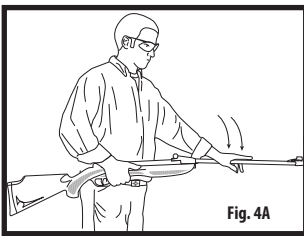

Fig. 4A
- Sostenga el rifle cerca de su cuerpo colocando la culata (A) en la parte superior del muslo
- Con la palma de la mano, dele un golpe seco al extremo de la boca (E) del cañón (Fig. 4A) para abrir la recámara.